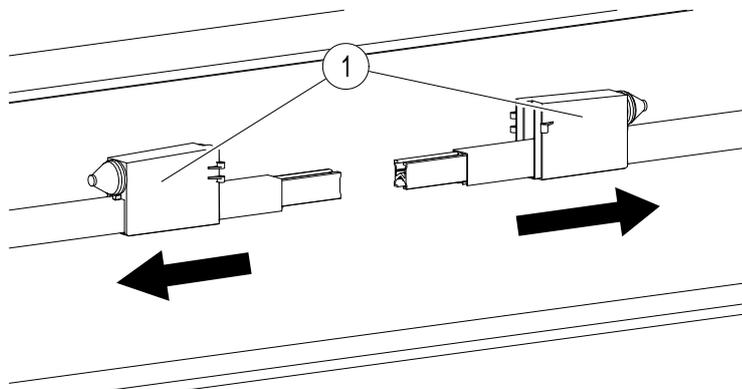

Fig. 80 : Pousser les demi-boîtiers d'alimentation moitié de capuchon d'isolation sur les extrémités du rail conducteur.
- Pousser les demi-boîtiers d'alimentation d'isolation (pos. 1) de l'alimentation sur les extrémités du rail conducteur (voir Fig. 80)